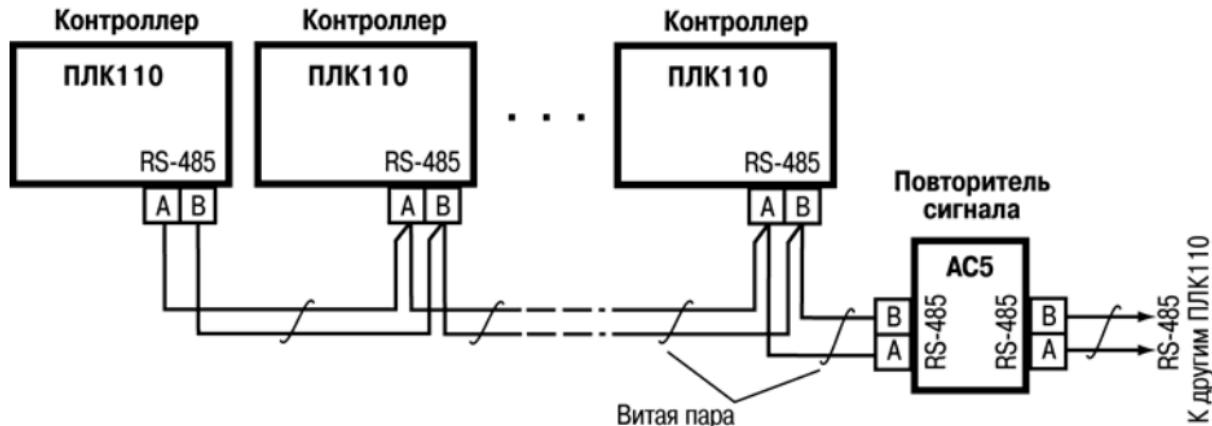

Рисунок 6.3 – Пример схемы подключений в сеть нескольких ПЛК110
**Внимание!** Контроллер ПЛК110 «по умолчанию» включается в сеть RS-485 как Master (ведущий прибор). При большом количестве ПЛК в сети, следует использовать усилители/повторители RS-485 типа AC5 (см. рисунок 6.3).